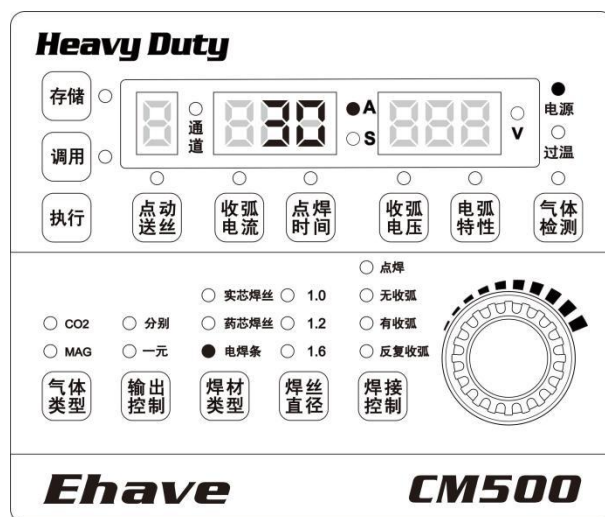

图3-50 手工电弧焊设置界面
3. 参数设置完成后可进行焊接。面板显示如图 3-50 所示。